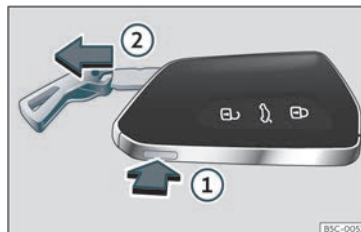

Fig. 67 Chave do veículo: retirar o palhetão.
- Se pressionar o botão >>> **Fig. 67** ① uma vez o palhetão desbloqueia-se e aparece uma argola em forma de porta-chaves.
- Mantenha o botão ① pressionado e, simultaneamente, puxe a argola na direção da seta >>> **Fig. 67** ② para retirar totalmente o palhetão.